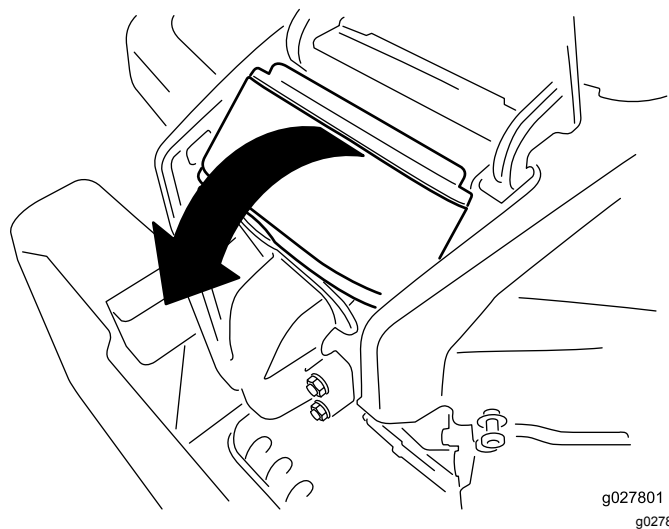

図 35
4. カバーを持ち上げてエアクリーナアセンブリをエンジンから取り外す 図 35。